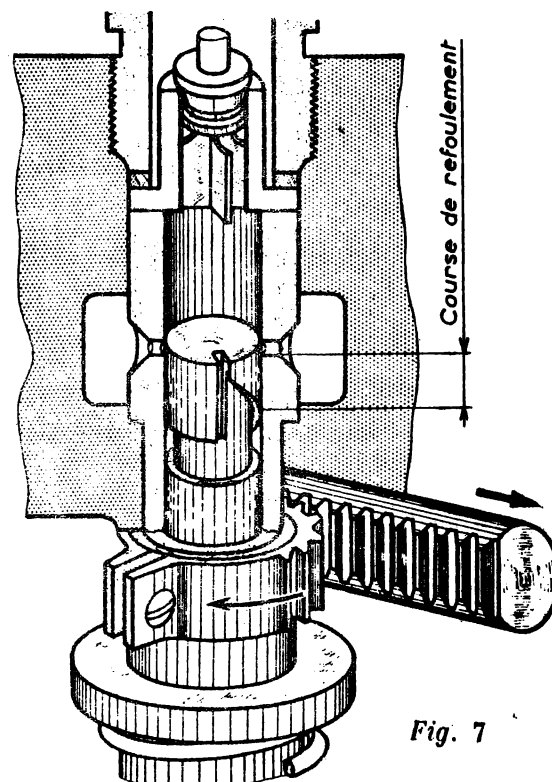

Fig. 7
— Si la rainure verticale ne se trouve plus en face de la lumière d'admission, il y a injection (fig. 7).
- un débit partiel (fig. 7),